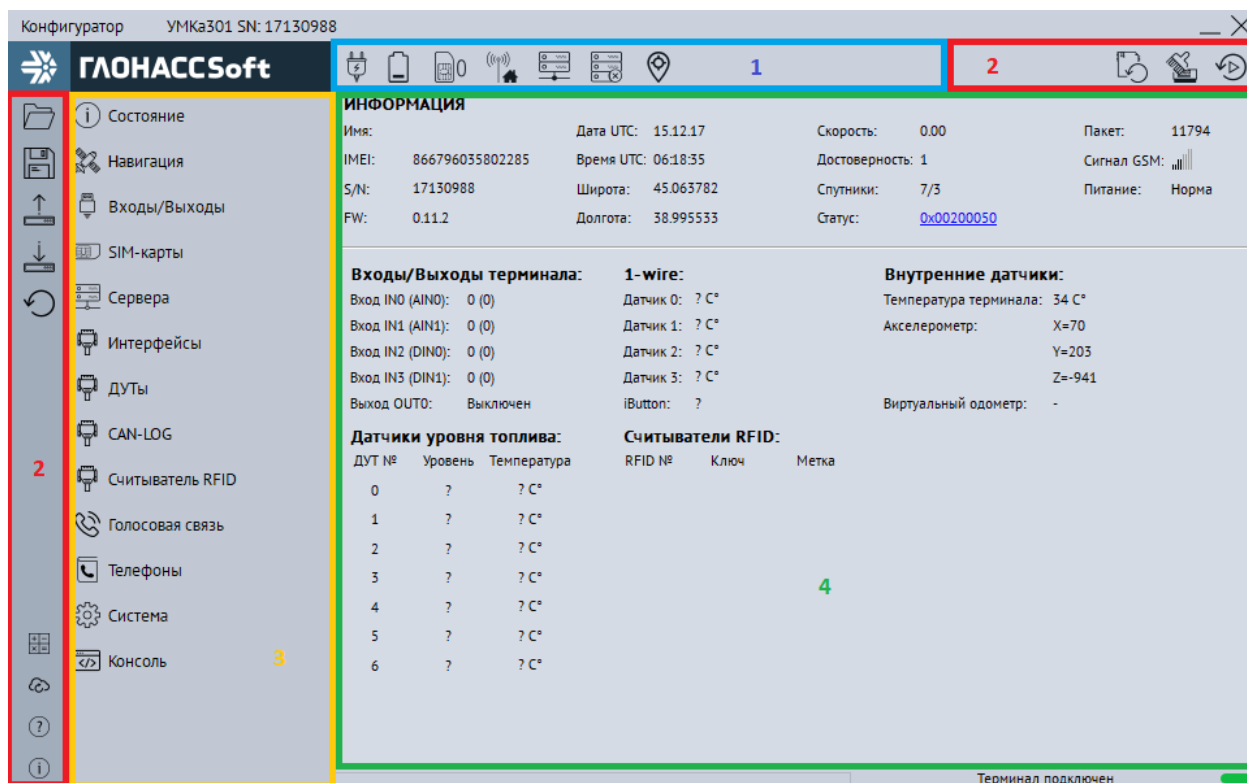

Рисунок 4.8 Стартовое окно «Состояние»
Для запуска приложения, перейдите в «Пуск» → «Все программы» → «Конфигуратор УМКаЗХХ». После чего откроется стартовое окно конфигуратора (Рисунок 4.8 ), которое условно можно разделить на три зоны: Панель статуса (1), панели инструментов (2), дерево настроек (3) и окно отображения информации (4).
Для просмотра и редактирования настроек терминала воспользуйтесь вкладками настроек (Рисунок 4.8 ). При нажатии на вкладку в окне отображения информации можно посмотреть соответствующие значения и настройки и отредактировать их.
На вкладке «Состояние» (Рисунок 4.8 ) отображается общая информация о терминале, состояние входов/выходов терминала и внутренних датчиков.